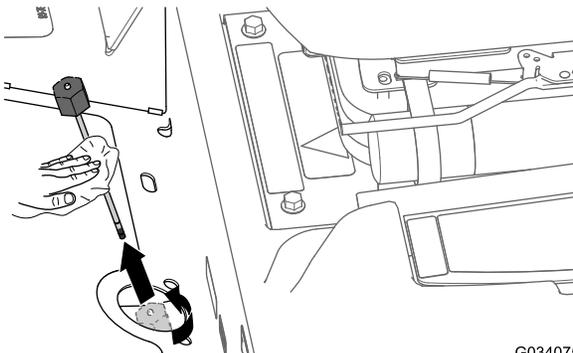

図 78
2. トランスアクスルの補給口についているディップスティック付きキャップ 図 78 をゆるめてディップスティックを抜き取り、ウェスできれいに拭う。